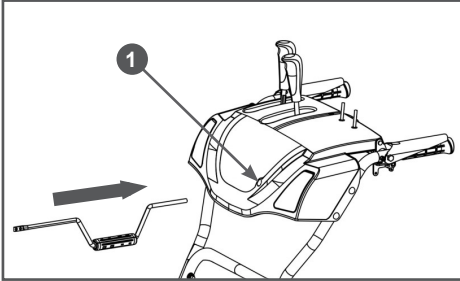
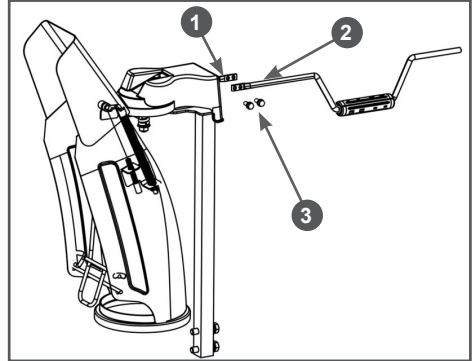

Рис. 12 Установка вала управления поворотом желоба
Рис. 13 Установка вала управления поворотом желоба
11. Установите вал управления поворотом желоба. Вставьте круглый конец вала 3 управления поворотом желоба в отверстие 1 на панели (Рис. 12). Второй конец вала соедините с валом 1 механизма поворота желоба с помощью двух болтов 3 (Рис. 13).